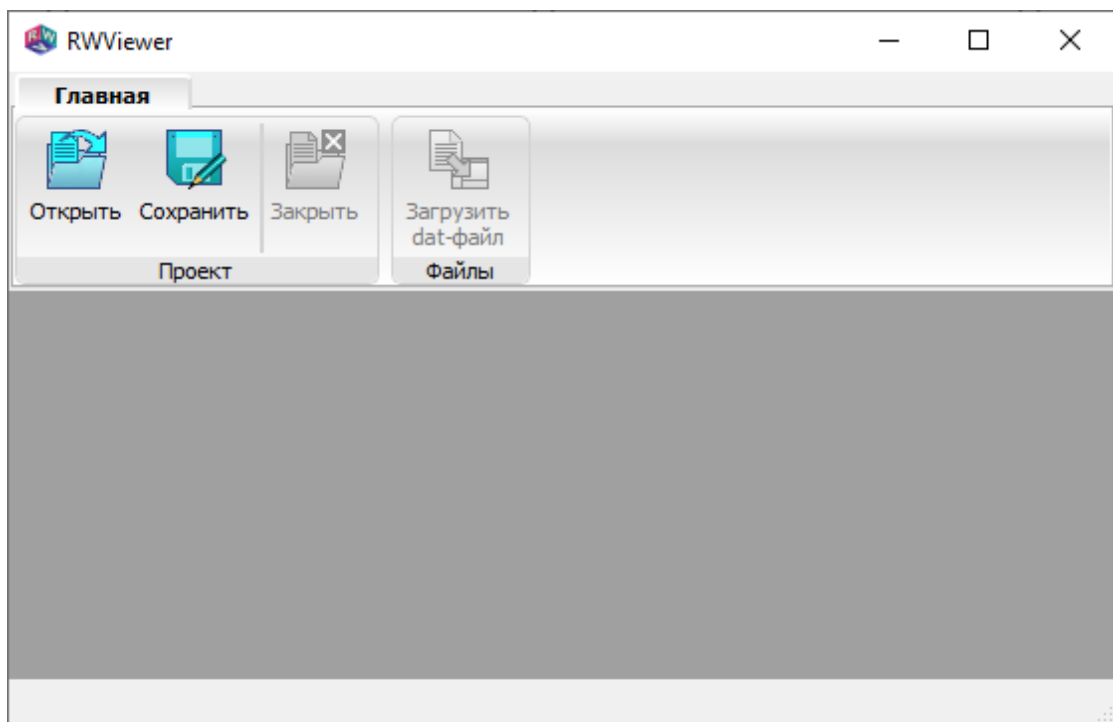

Рис. 201
1) нажать ярлык программы на рабочем столе АРМ пользователя или запустить исполняемый файл *RW-Viewer.exe* в ОС Windows или файл **RWViewer* в ОС Linux. По умолчанию файл находится в каталоге программы RWEdition. В результате на экран будет выведено главное окно подпрограммы RWViewer без загруженных данных (рис. 201);